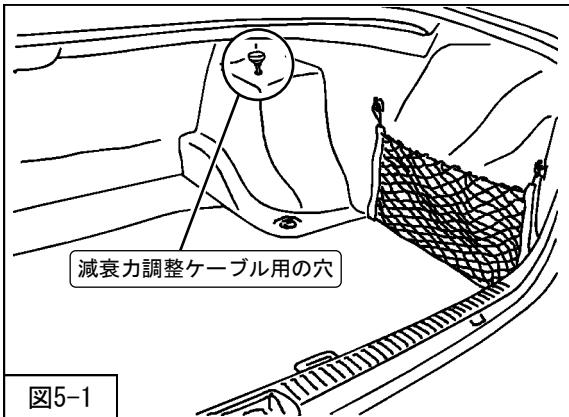
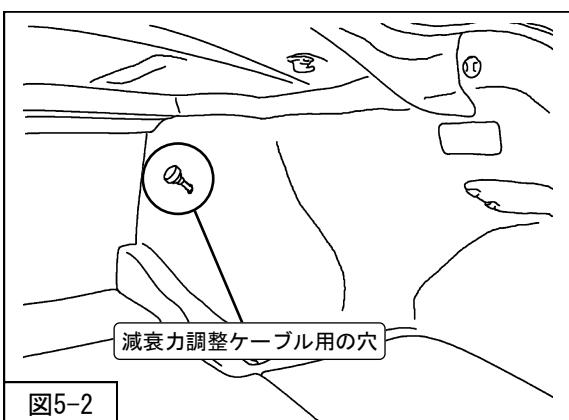

図5-1
図5-2
- IS・クラウンアスリート（GRS18#・GRS20#）・マークXは、トランクサイドトリムに減衰力調整ケーブル用の穴を開けてください。（図5-1）
- GSは、ケーブルをゆるやかに曲げてトリム側面から荷室内に出るように、トランクサイドトリムに減衰力調整ケーブル用の穴を開けてください。（図5-2）
- トランクサイドトリムを車両に取付け、穴にケーブルを通して下さい。（図5-1・図5-2）